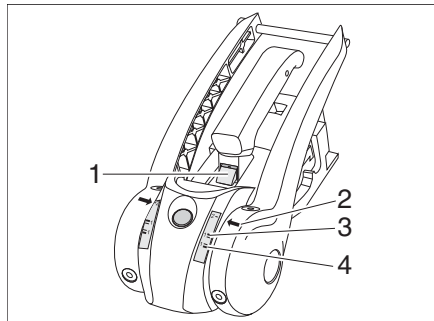

Fig. 160 Control de desgaste de forros de fricción
- Si la marca verde es visible (Fig. 160,1), los forros de fricción delanteros y traseros están todavía en orden. Si la marca verde ya no es visible, deben cambiarse los forros de fricción.
- Si la flecha (Fig. 160,2) está por debajo de la marca Softdock 1 verde, (Fig. 160,4) los forros de fricción a derecha e izquierda están en orden. Si la flecha (Fig. 160,2) está por encima de la marca Softdock 1 roja, (Fig. 160,3) los forros de fricción a derecha e izquierda deben cambiarse.
- Si la marca verde es visible (Fig. 160,1), la bola del acoplamiento está en orden. Si la marca verde ya no es visible, el diámetro de la bola del acoplamiento < es 49 mm, y debe cambiarse la bola del acoplamiento.